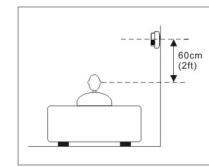

图3
3. 扬声器一般放在高于耳朵60厘米(2英尺)的位置。如有需要可安装在更高位置, 如图3: